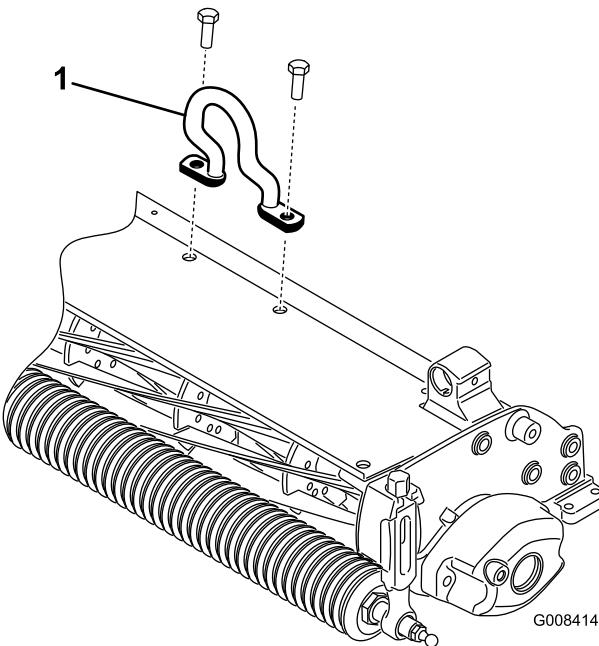

Figure 4
Montez le maillon excentré (Figure 4) sur le haut du plateau de coupe avec (2) vis à tête. Serrez les vis à un couple de 34 à 40 Nm. Le crochet du maillon excentré doit être orienté vers l'avant.